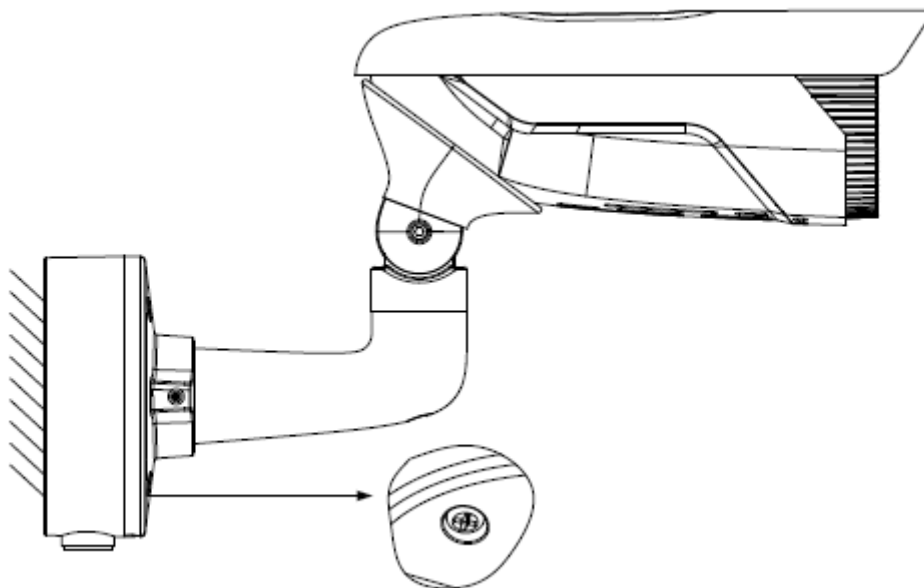

図 4-69 ロックネジを締める
1. 付属のドリルテンプレートに従ってネジ穴とケーブル穴をドリルします。(図 4-69 を参照してください)